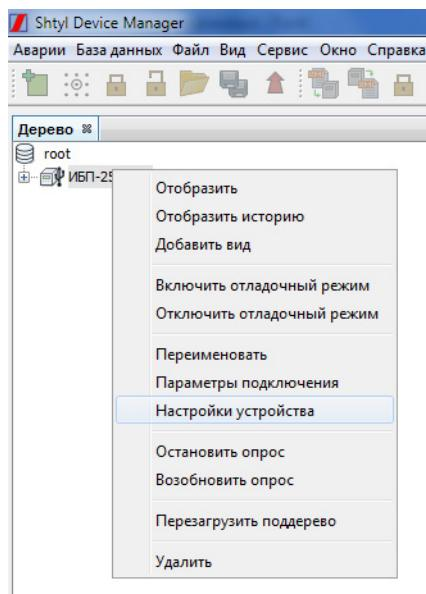

Рисунок B1. Расположение строки «Настройки устройства»
1. Кликнуть правой кнопкой мыши по названию изделия в дереве устройств и в открывшемся списке выбрать строку «Настройки устройства» (**рисунок B1**).